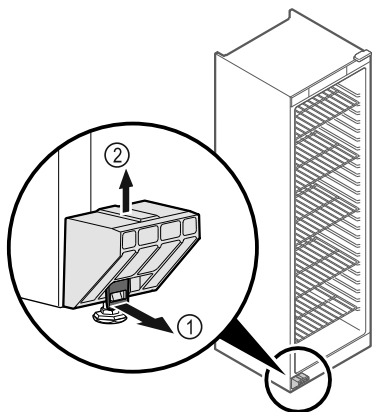

Fig. 1
- ▶ Tirar hacia delante la lengüeta Fig. 1 (1).
- ▶ Quitar hacia arriba la protección para el transporte Fig. 1 (2).